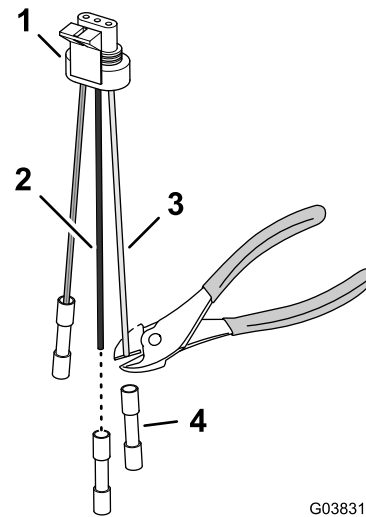

Figura 41
1. Corte los conectores de empalme del cable rosa y el cable negro del adaptador de 3 pines (Figura 41).